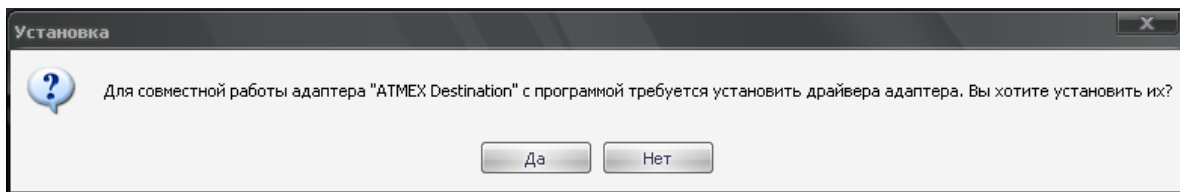

Рис.1
2) в открывшемся окне процесса установки драйвера (рис.1) выбрать вариант ответа "Да":